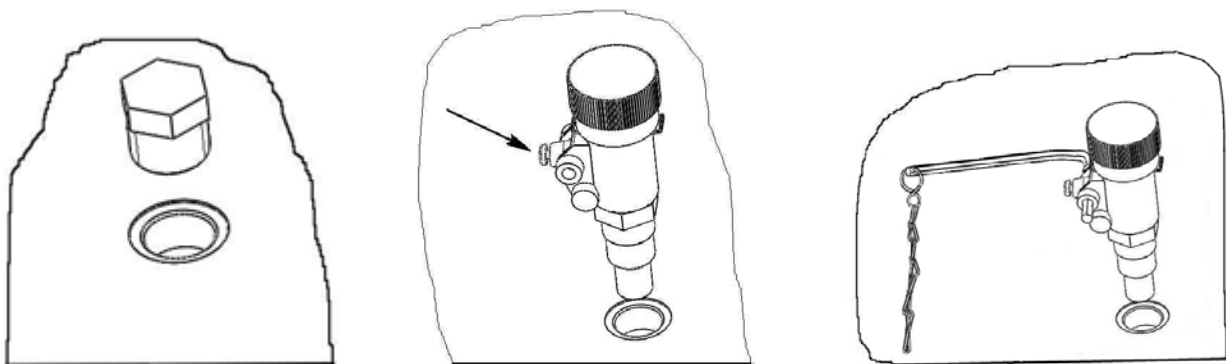

Рисунок 4. Установка регулятора тяги Regulus RT3
7.2.5. Установить регулятор тяги Regulus RT3. Для этого на верхней панели котла выкрутить заглушку (рис.4).